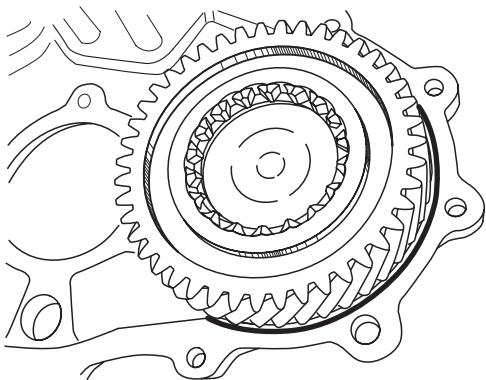

Рис. 8
- Установите вал заднего моста в крышку картера РК. Отметьте место доработки крышки (место касания шестерни, отмечено на **Рис. 8** жирной линией). Доработайте на глубину 3-4 мм УШМ с диаметром диска до 125 мм.